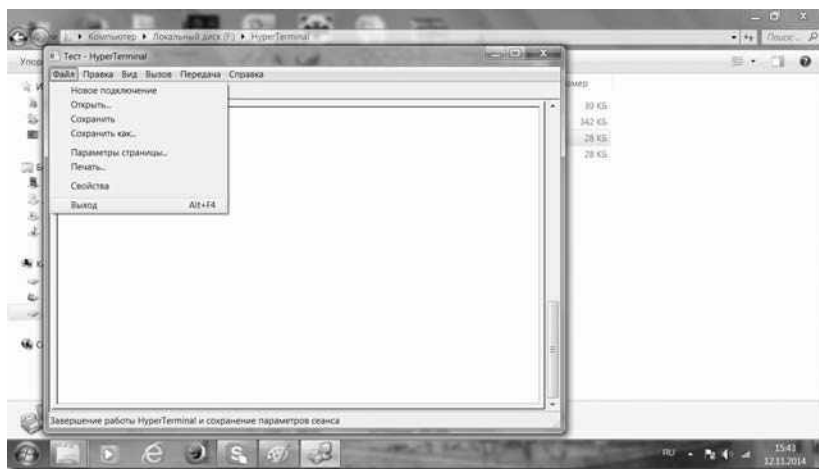

Рис. 30
4.14. Затем для окончательного выхода из программы Hyper Terminal: «Файл» → «Выход» (рис. 30).